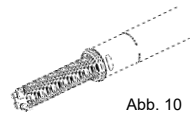

Abb. 10
- Stoßen Sie Mini-Schlagwelle aus dem Schlagrohr heraus (Abb. 10).